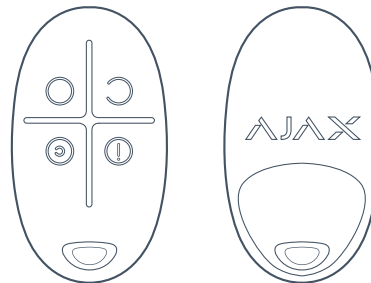

РИС. 2. Брелок Space Control
6.1 Оберегайте корпус брелока (РИС. 2) от попадания пыли, влаги и других возможных загрязнений.